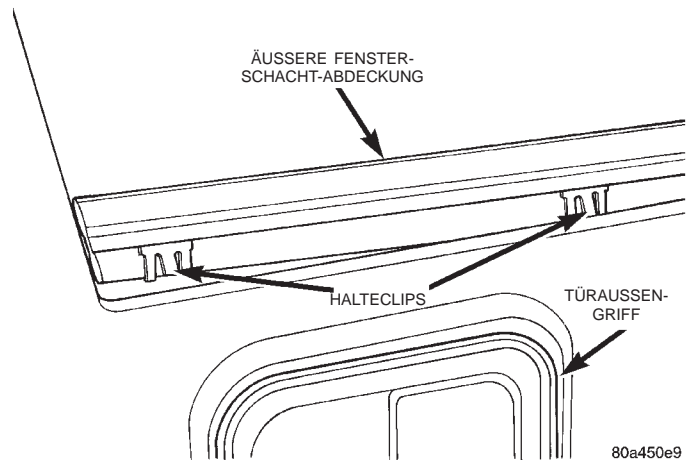

Abb. 29 Komplettür - Äußere Fensterschacht-Abdeckung
- (1) Dreiecksfenster abbauen.
- (2) Halteclips lösen, mit denen die äußere Fensterschacht-Abdeckung an der Tür befestigt ist (Abb. 29).
- (3) Fensterschacht-Abdeckung von der Tür abnehmen.